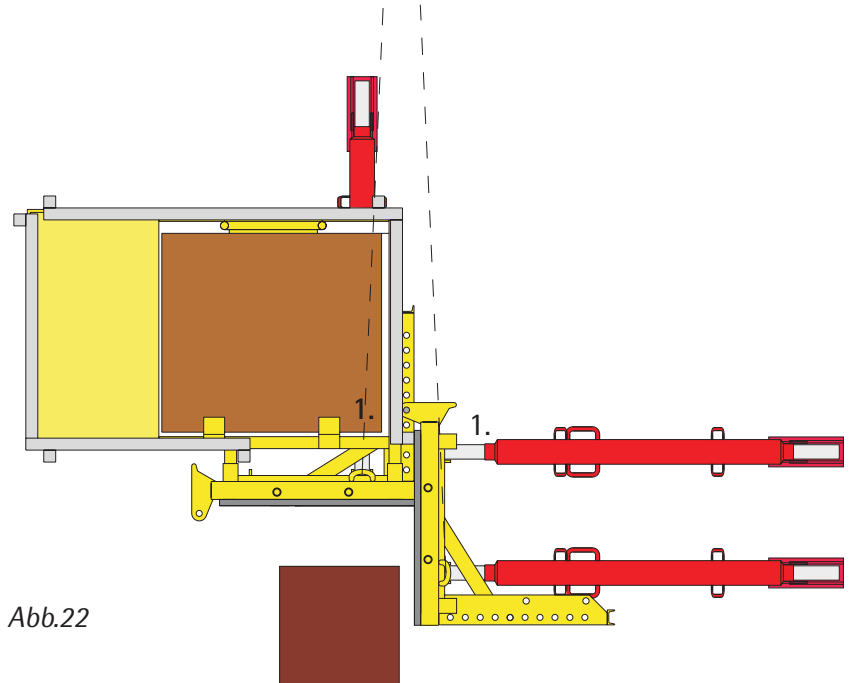

Abb.22
1. Zweisträngiges Krangehänge an den Kranösen anschlagen (Abb. 22).